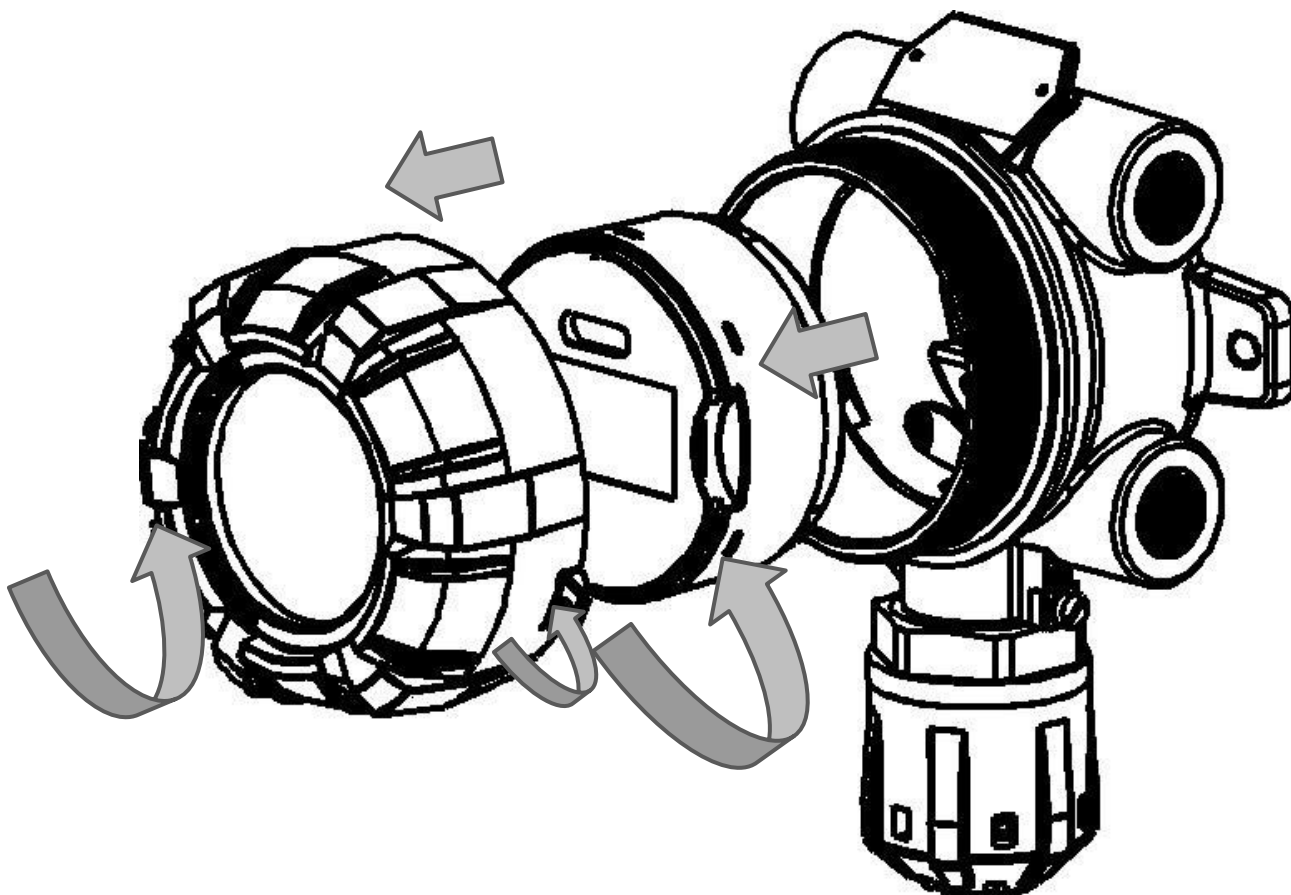

Рисунок 14 - Схема разбора газоанализатора
1) Открутить стопорный винт на верхней крышке газоанализатора (рис. 14). Открутить крышку по резьбе. Снять модуль электронный повернув его против часовой стрелки, затем потянуть на себя. Во время проведения работ избегать попадания влаги в газоанализатор.